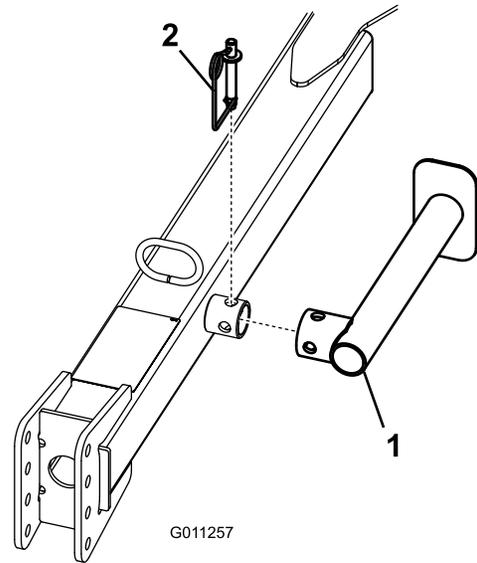

図 8
3. スプリングピンを外し、ジャッキを下げてもう一度スプリングを取り付ける。 図 8